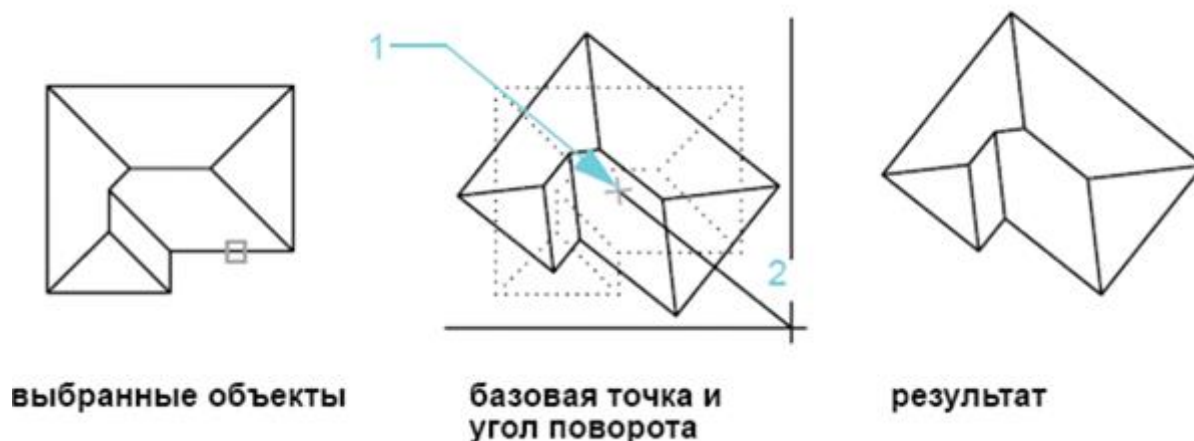

Рисунок 41. Поворот объектов
В следующем примере (см. рис. 41) указывается базовая точка (1) и вторая точка (2), которая задает угол поворота (2) для ориентации дома.